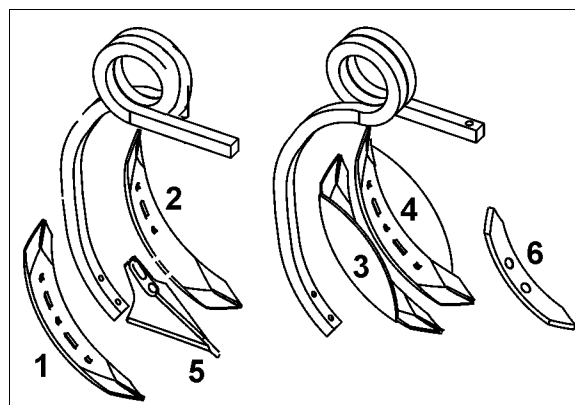

Fig. 14
- **Vindelskjær (75 mm) (Fig. 14/1,2)**
- **Kantskjær som vindelskjær (Fig. 14/3,4)**
- **Stubbåkerskjær (Fig. 14/5)**
- **Meiselskjær (50mm) (Fig. 14/6)**